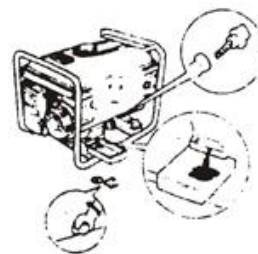

Рис. 48
8.4 Відкрутіть ковпачок масляного фільтра та пробку злива масла та злийте моторне масло з картера двигуна (Рис. 48).